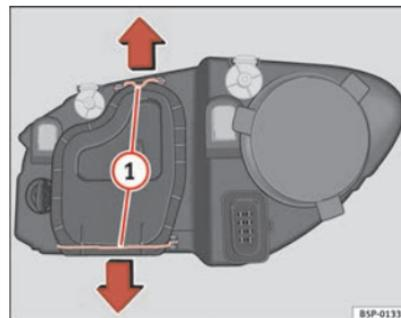

Fig. 166 Anabbaglianti
- Far scorrere i tiranti ⇒ pag. 270, fig. 166 ① nel senso della freccia e sfilare la chiusura.